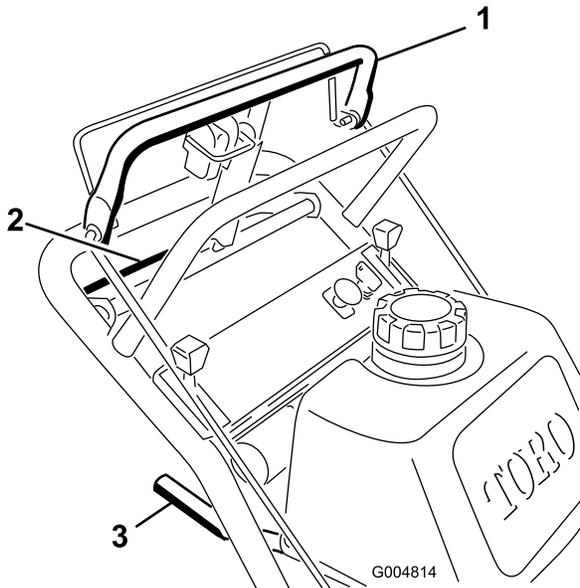

Figura 10
1. Para ir hacia adelante, mueva la palanca de cambio a una marcha hacia adelante (Figura 10).
3. Presione lentamente la barra de control superior para ir hacia adelante (Figura 10).
Para ir en línea recta, aplique la misma presión a ambos extremos de la barra de control superior (Figura 10).
Para girar, libere la barra de control superior en el sentido en que desea girar (Figura 10).
3. Apriete lentamente la barra de control inferior y el manillar para ir hacia atrás (Figura 10).